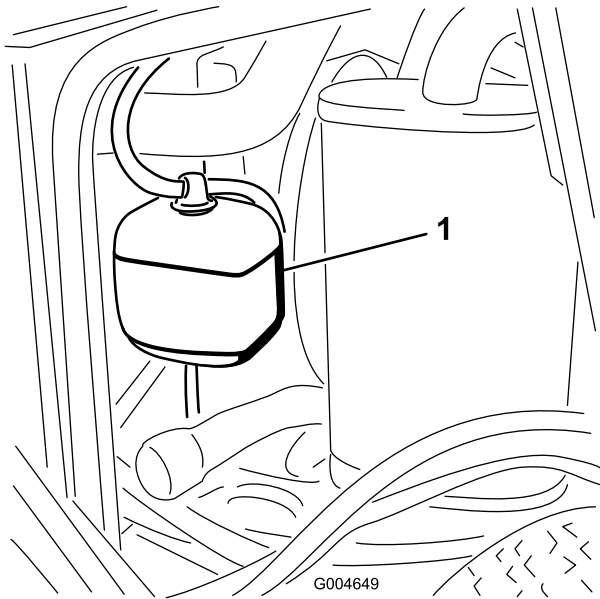

Рисунок 49
1. Проверьте уровень охлаждающей жидкости в расширительном бачке (Рисунок 49). Уровень охлаждающей жидкости должен находиться между отметками, имеющимися на стенке бачка.